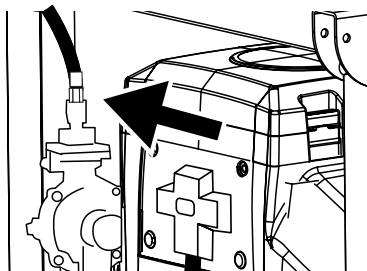

Figure 12 - Connecter le tuyau de GPL
5. Branchez le tuyau de propane à la génératrice. Assurez-vous que le tuyau de propane est bien raccordé au détendeur / robinet de compression (voir la figure 12 ci-dessous).